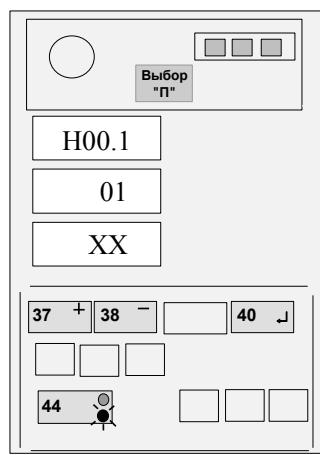

Рисунок 10
4.3.4 Нажимая кнопку ВЫБОР "П" (36), набрать (см. рисунок 10) на верхнем ИЖЦ код "H00" (индикация типа крана). При этом на средний ИЖЦ выдается код типа крана:
4.5.4 Нажимая кнопку ВЫБОР "П" (36) (см. рисунок 10), установить на верхнем ИЖЦ код "H02" (индикация вылета стрелы).